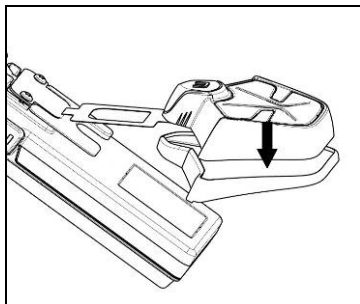

Fig. 5
- Tournez l'adaptateur jusqu'à ce qu'il soit en position horizontale comme le système ESS, puis appuyez les deux composants l'un contre l'autre jusqu'à ce qu'ils adhèrent l'un à l'autre (fig. 5) ;